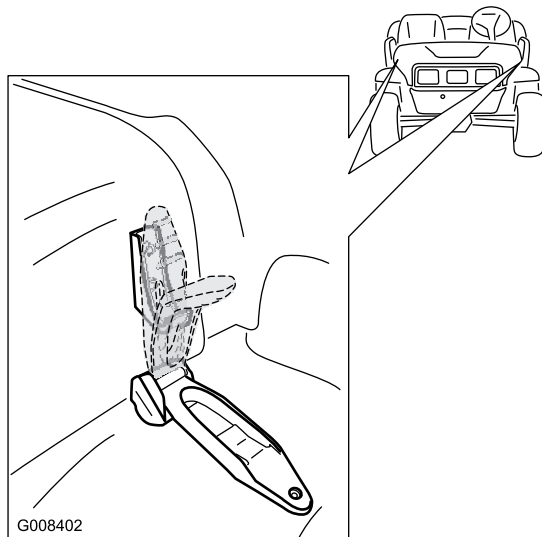

Рисунок 26
1. Поднимите ручки резиновых фиксаторов с каждой стороны капота (Рисунок 26).
2. Закрепите капот, совместив резиновые фиксаторы с замками фиксаторов с каждой стороны капота (Рисунок 26).